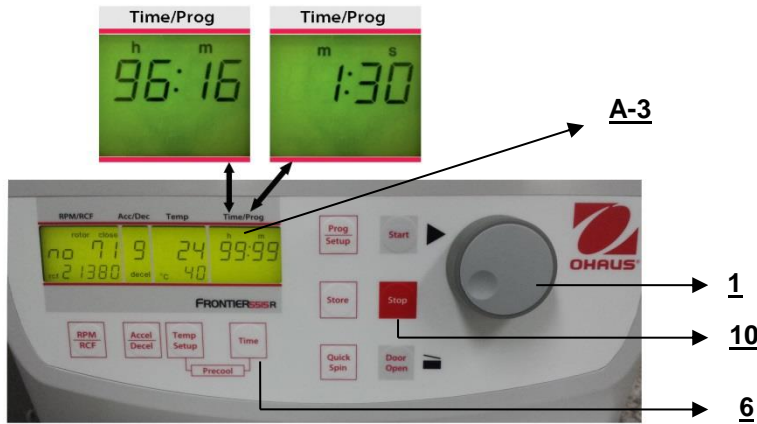

Figura 17
- 3. La operación continua **"cont"**, que puede interrumpirse con el botón **"Stop"**(10) (vea la Figura 17).
Para establecer el valor deseado, use la perilla de ajuste (1). Después de exceder 59 min. 50 seg., la indicación cambia automáticamente a "h : m". Después de exceder 99 horas 59 min., aparece la palabra "cont" en la pantalla "Time/Prog" (A-3). Esta operación continua solo puede interrumpirse al presionar el botón "Stop" (10). El conteo regresivo del tiempo inicia una vez que se alcanza la velocidad establecida. La pantalla siempre muestra el tiempo de operación restante. (Vea la figura 17.)